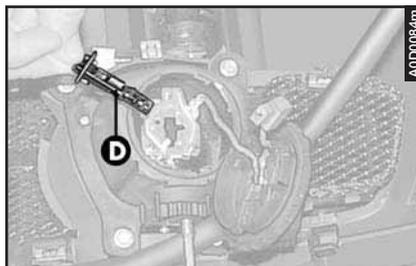

fig. 52
– Sganciare la molletta di ritegno e sfilare la lampada (**D-fig. 52**).